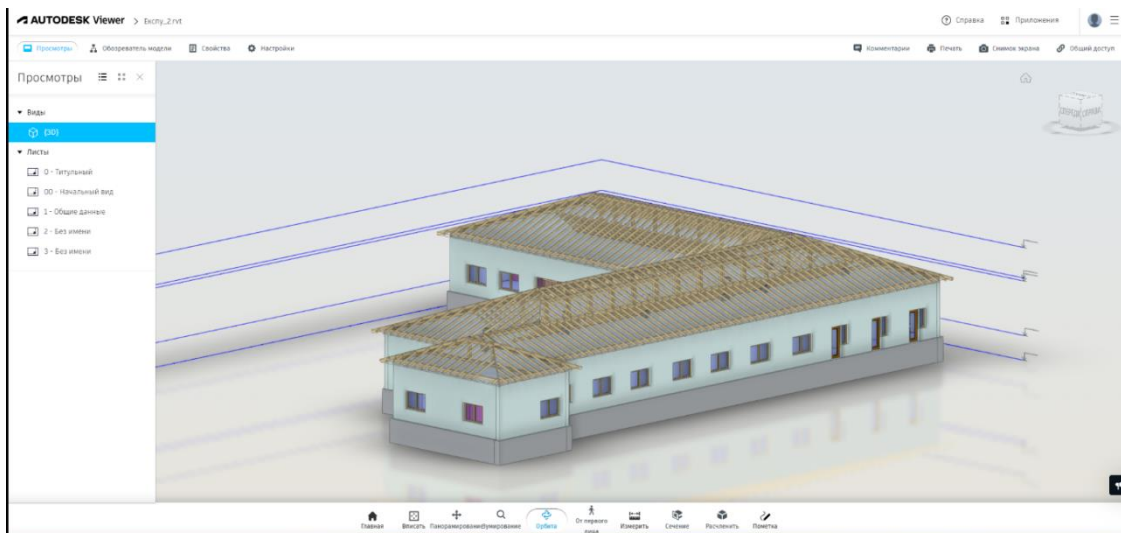

Рисунок 1. Модель в Autodesk Viewer
- Перегляд 3D-моделей: Можливість переглядати деталізовані 3D-моделі будівель та інших об'єктів (Рис.1). Плюси в тому що можна зменшувати чи збільшувати масштаби, обертати, розглядати будь які деталі та моменти, які являються цікавими або необхідними, а деталізація дозволяє зрозуміти як все реалізовано. Для фахівця який буде виконувати огляд або обстеження, буде досить зручно знайти потрібне йому в моделі та при потребі помітити чи доповнити інформаційною заміткою.